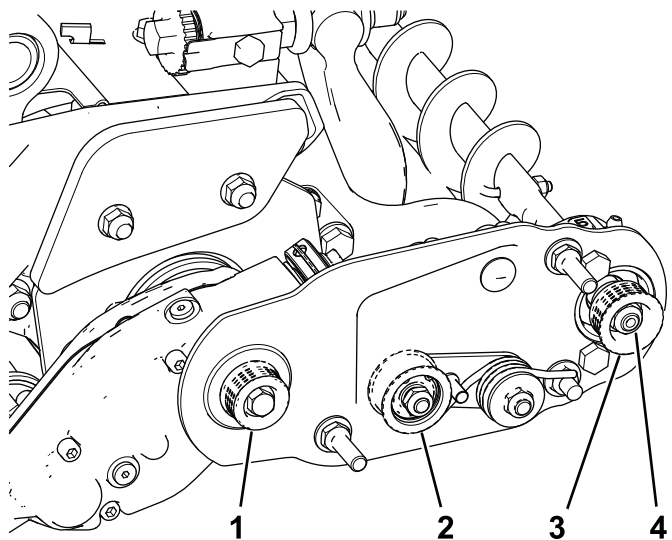

Figura 22
1. La puleggia condotta (all'albero della spazzola per rullo) può spostarsi in dentro o in fuori (Figura 22).
2. Mentre fate ruotare il cilindro, che farà ruotare a sua volta la puleggia motrice, fate leva sulla cinghia per staccarla dalla puleggia motrice (Figura 22).
3. Togliete il dado di bloccaggio che fissa la puleggia condotta all'albero della spazzola (Figura 22 o Figura 23).